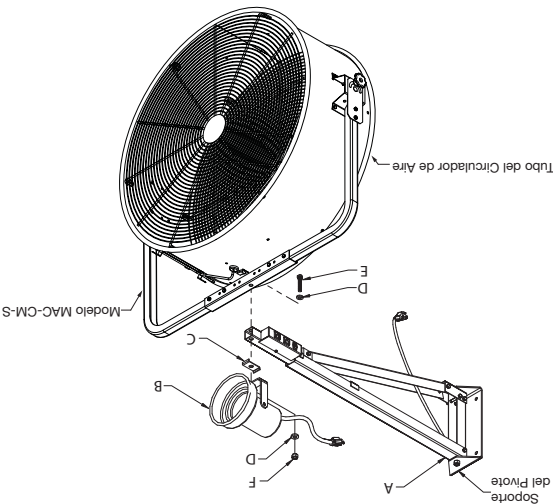

Figura 1 — Instalación del Brazo de Acoplamiento
3. Monte el soporte del pivote en el brazo de acoplamiento (A) en una pared estructuralmente adecuada utilizando (4) sujetadores adecuados (proporcionados por terceros).
4. Suba el ventilador hasta el brazo de acoplamiento, introduzca el perno de 1/2 x 3" (E) y la arandela (D) a través del soporte de montaje en cielo y el brazo de acoplamiento. Consulte la Figura 1.
5. Acomode el sujetador en Z (C) y el dispositivo de luz (B). Fije con la arandela (D) seguida por una tuerca Nylok (F). Afloje la tuerca 1/4 de giro para permitir el movimiento del ventilador.